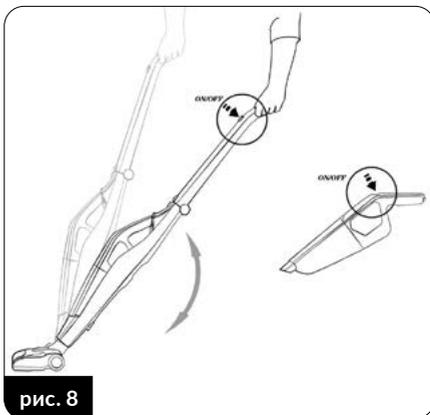
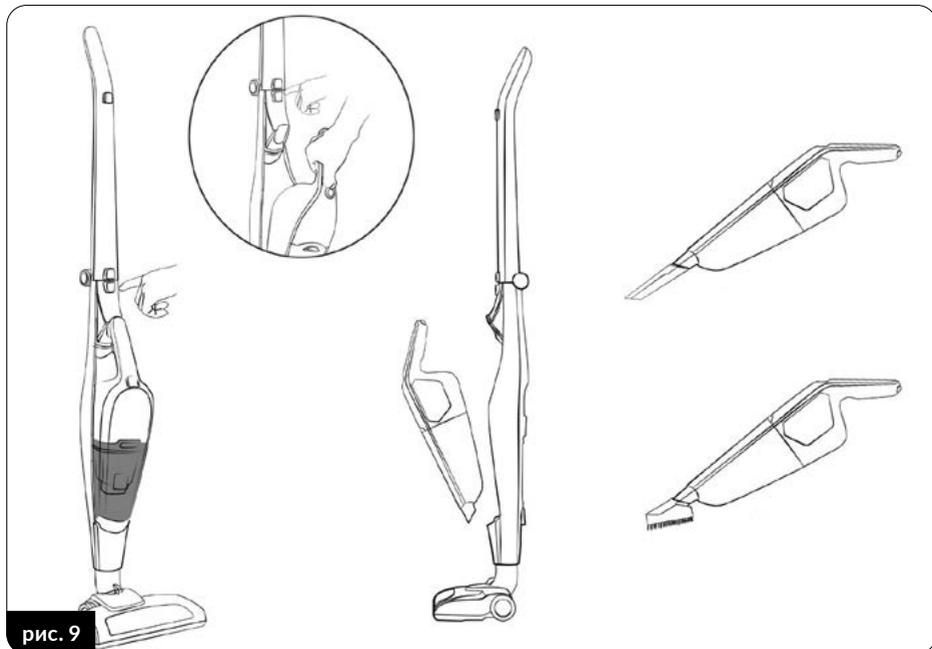

рис. 8
рис. 9
2. Запустіть пилосос кнопкою (6) безпосередньо на пилососі або кнопкою (1) на головній ручці (рис. 8). Кнопки працюють незалежно одна від одної, доки пилосос знаходиться в основній ручці.
4. Разом з пилососом активується електрична щітка (15) зі світлодіодами (16), які освітлюють поверхню, що пилососиться. Багатофункціональна електрична щітка підходить для прибирання всіх типів твердих поверхонь і килимів.
5. Використання додаткових аксесуарів для пилососа (маленька щітка, щілинна щітка) можливе після зняття пилососа з основної ручки. Натисніть кнопку (4) і зніміть пилосос з основної ручки (2), а потім підключіть відповідну насадку до кінця пилососа (рис. 9).